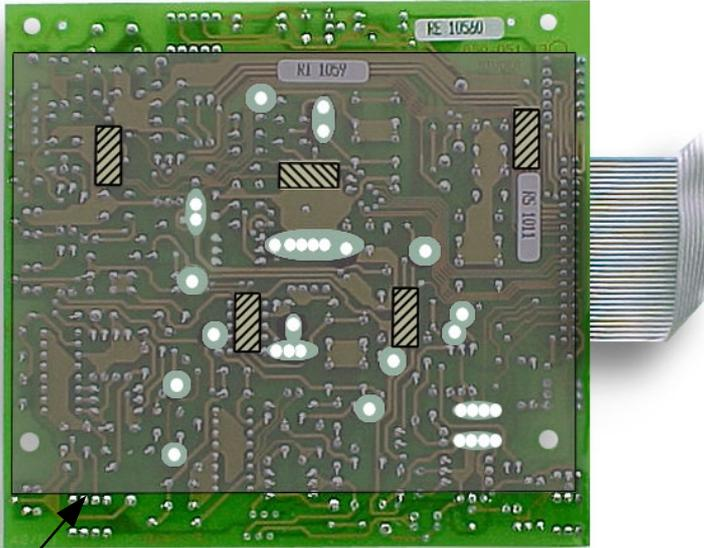

Fig. 3: Gekürzte Lötstifte und Drahtenden auf Servo Board; Schutzfolie mit 2 Löchern, auf Lötseite fixiert mit 5 Stk. doppelseitigem Klebeband
- **Vorsicht:** Der Raum zwischen LW und Servo Board ist sehr knapp. Die in Fig. 3 grau markierten Lötanschlüsse auf der Lötseite des Boards müssen ganz kurz geschnitten werden.
- Schneiden Sie eine rechteckige Schutzfolie gemäss Fig. 1 aus der aufbewahrten Isolation. Abmessungen: 122 mm x 100 mm. Diese wird mit dem beigegepackten Schaumstoff-Klebeband (siehe Bild; in der Mitte des Prints) an 5 Punkten auf der Lötseite des Boards befestigt. Die Schaumstoffstücke *müssen* gemäss Fig. 3 positioniert sein, die Folie muss fest angedrückt werden!